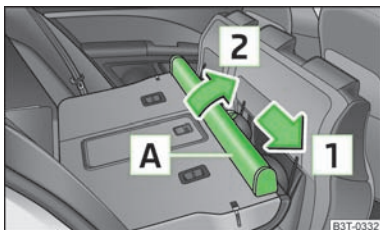

Abb. 81
- Das Netztrennwandgehäuse **A** » Abb. 81 in Pfeilrichtung **1** schieben und aus der Aufnahme der Rücksitze in Pfeilrichtung **2** herausnehmen.